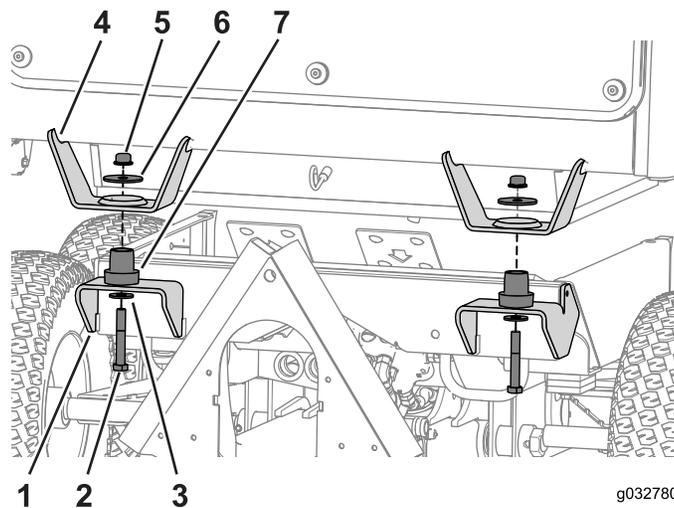

Figura 65
2. Abbassate la cabina sulla macchina, allineando i 2 fori dei bulloni sui supporti anteriori (Figura 65).
3. Inserite un supporto isolante in gomma nei punti di montaggio (Figura 65).
4. Utilizzate il bullone ($\frac{1}{2}$ " x $3\frac{1}{4}$ "), la rondella grande e i dadi flangiati per fissare la cabina alla macchina (Figura 65).